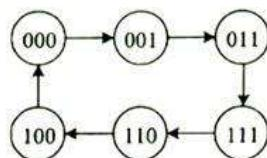

图 2
8、触发器的时序参数：建立时间 2ns，保持时间 1ns，触发器延时 3ns，该触发器的工作频率上限是 (12)。
9、逻辑函数 $F = A\bar{C} + A\bar{B} + B\bar{C}$ ，当变量取值为 (13) 时，将出现冒险现象。
10、基本型异步时序电路消除临界竞争的方法包括：在电路中插入可控延迟元件、(14)、(15) 等。
11、写出一种断电会丢数据的存储器类型 (16)；写出一种断电不会丢数据的存储器类型 (17)。
12、一个模值为 6 的计数器，状态转移图如图 2 所示，若初始状态为 000，则经过 100 个 CP 脉冲后，其状态为 (18)。